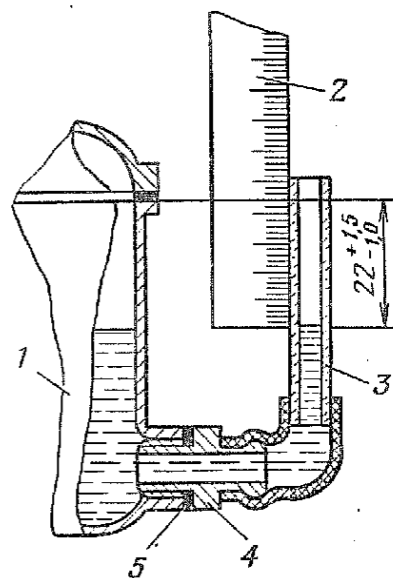

Рис. 120. Проверка уровня топлива в поплавковой камере карбюратора:
3.9. Проверить уровень топлива (рис. 120) в поплавковой камере карбюратора (стеклянная трубка диаметром не менее 9 мм со штуцером, линейка 300).